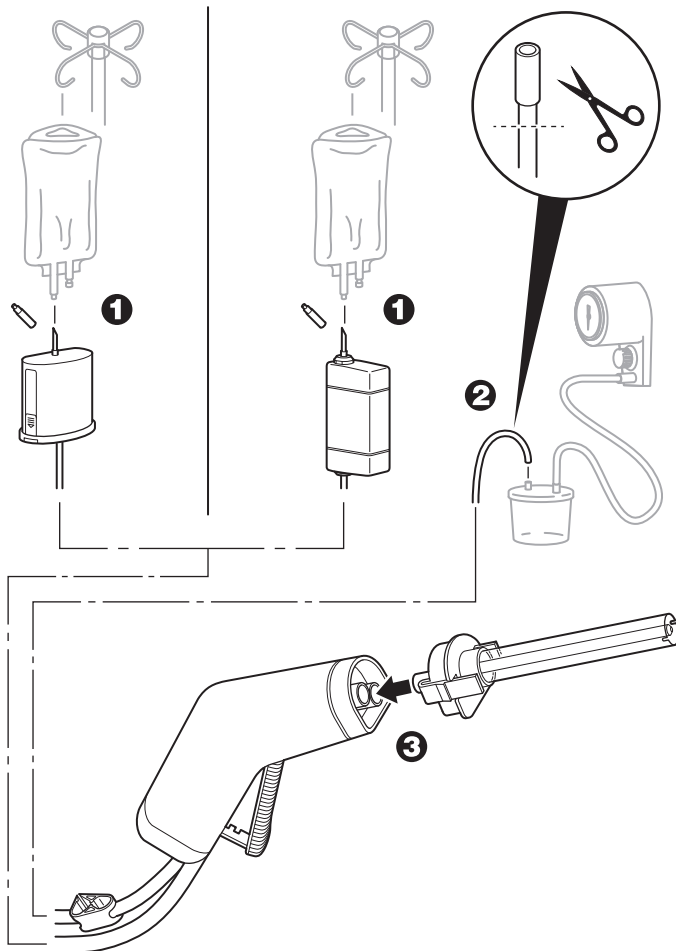

図1 - ハンドピースの組み立て
1. 無菌手技を使って、ハンドピースの洗浄チューブから洗浄チューブスパイクキャップを取り外し、洗浄バッグの無菌ピールポートに洗浄チューブスパイクを取り付けます(図1)。